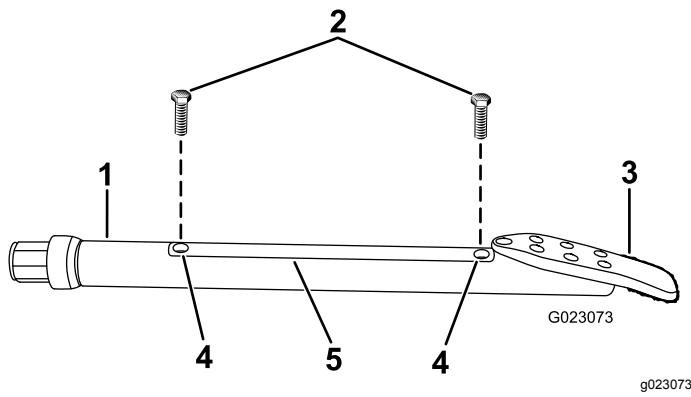

Рисунок 58
2. Ослабьте винты крепления крышки корпуса и снимите крышку (Рисунок 58).
4. Установите крышку корпуса и закрепите ее винтами (Рисунок 58).